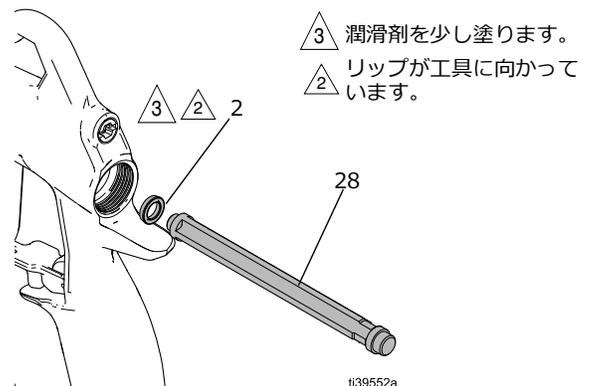

図 47: U カップの設置
3. ガントリガー (9) を取り外して、ガンの前から U カップ (2) にアクセスできるようにします。**トリガーを取り除く**、30 ページを参照してください。
4. 薄い金属製の尖ったものかプラスドライバーを使用して、U カップ (2) をガンの前から押し出し、ガンの後ろから取り外します。
- 注：**取り外すと U カップ (2) がダメージを受けます。再利用できません。
5. U カップリップがシール取り付け工具に向くように、新しい U カップ (2) を工具に配置します。図 47 を参照ください。
6. U カップ (2) がカチッという音をたてて所定の場所にはまるまで、U カップ (2) をガンの後ろにしっかりと押し込みます。
7. ガントリガー (9) を設置します。**トリガーの設置**、30 ページを参照してください。